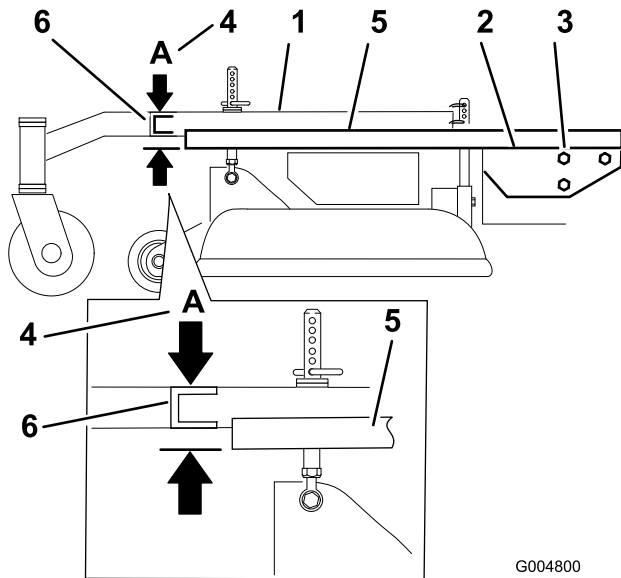

Figure 61
3. Placez une longue planche, ou autre objet similaire parfaitement droit en haut du plancher moteur, comme illustré à la Figure 61.
4. Au niveau du tube transversal du bâti porteur, mesurez la hauteur au point A (Figure 61). Elle doit être égale à 33 mm (1-5/16") \pm 6 mm (1/4").
6. Desserrez les boulons de montage du bâti porteur de chaque côté de la machine (Figure 61).
- Alignez le bâti porteur et le plancher moteur à la même hauteur qu'au point **A**, c.-à-d. 33 mm (1-5/16") \pm 6 mm (1/4") (Figure 61).